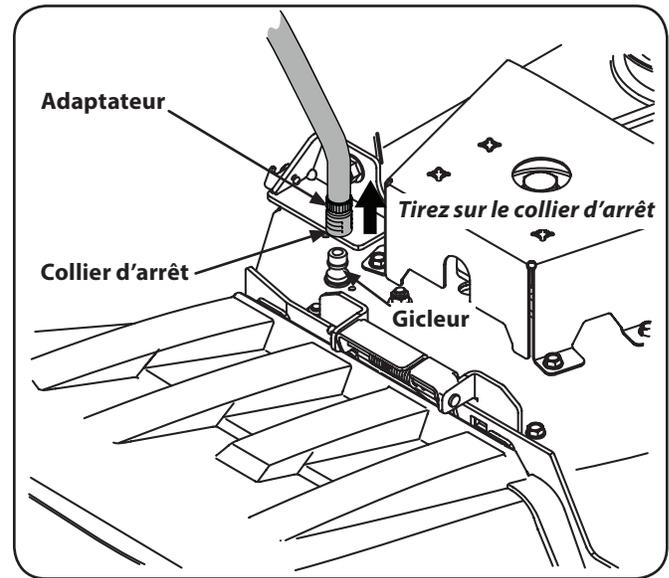

Figure 6-4
3. Tirez sur le collier d'arrêt de l'adaptateur et installez l'adaptateur sur un des gicleurs situés aux deux extrémités du plateau de coupe. Relâchez le collier d'arrêt pour fixer l'adaptateur sur le gicleur. Voir Figure 6-4.